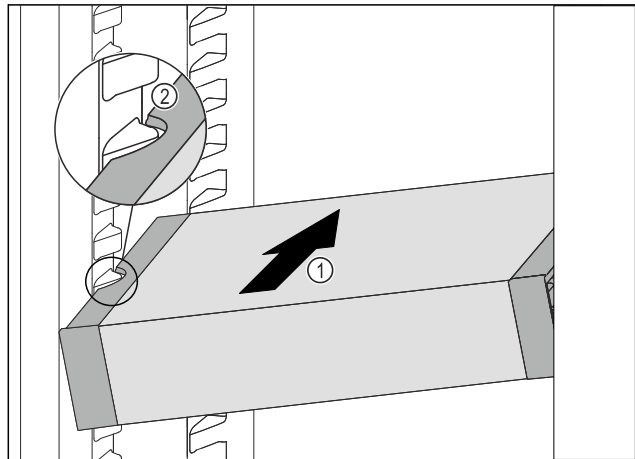

Fig. 56
- ▶ Вставити висувний ящик VarioSafe під кутом в охолоджувальне відділення Fig. 56 (1), доки бокові поглиблення Fig. 56 (2) VarioSafe не будуть розташовуватися на рівні ребра для ємності в охолоджувальному відділенні.